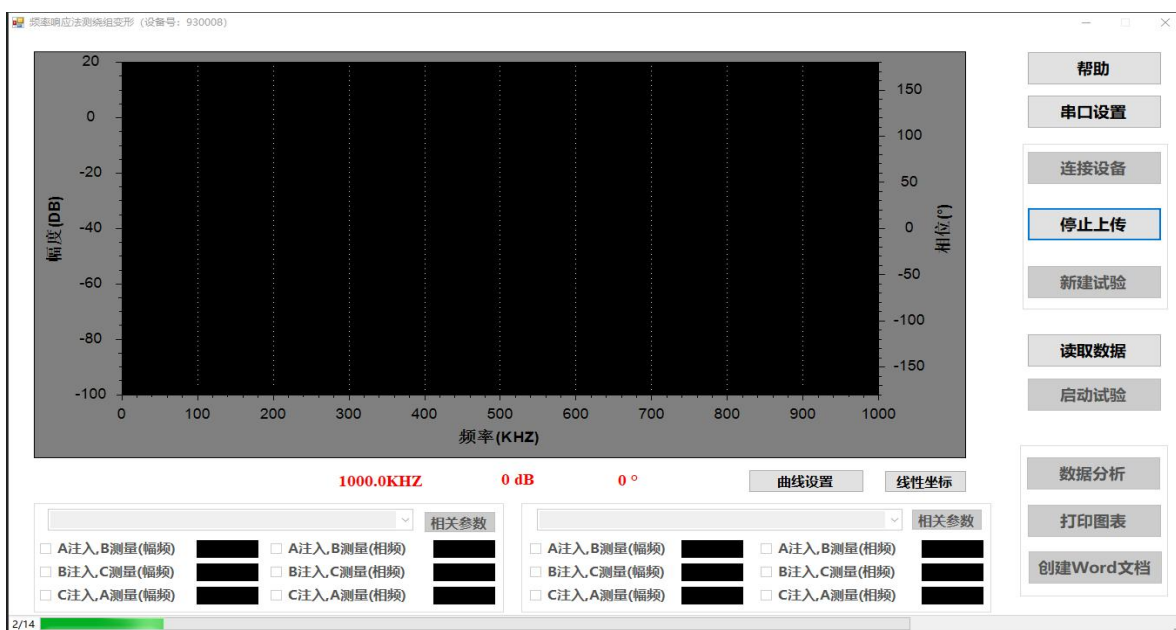

图 4.9 数据上传界面
(4) 点击“上传数据”, PC 端开始与仪器传输数据, 如图 4.9 所示。绿色进度条走完完后, 弹出“上传数据完成”窗口, 数据传输成功 (传输过程中, 不要插拔 USB 线或点击其他按钮)。